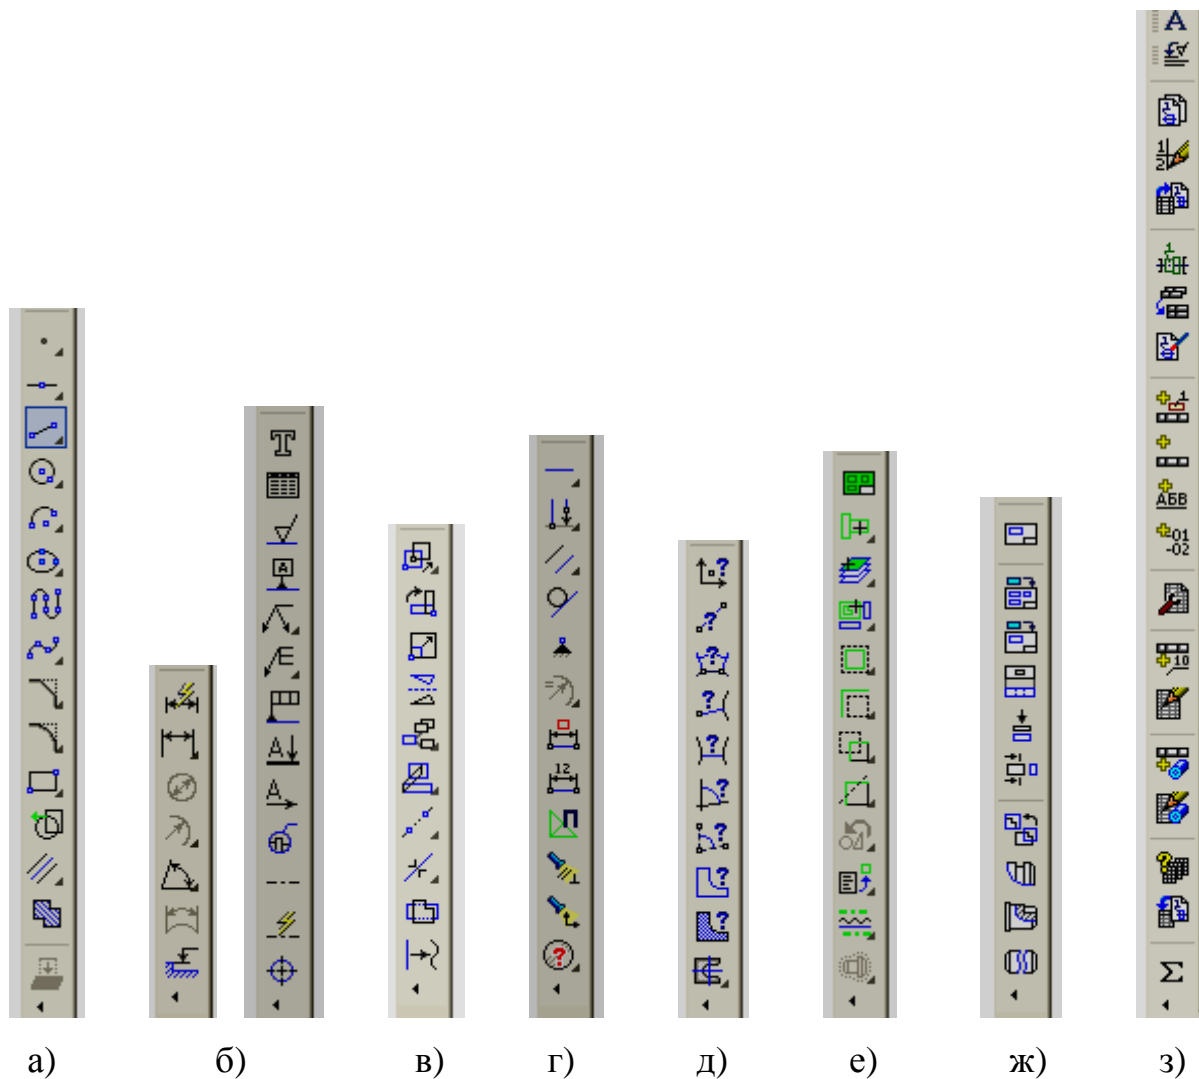

Рис. 33
**Инструментальная панель геометрии** обеспечивает возможность начертить любую линию или фигуру, а также выполнить штриховку любой области (рис.33, а).
**Инструментальная панель размеров и панель обозначений** включают в себя команды, позволяющие нанести любой тип размера в полном соответствии с ЕСКД, написать текст, создать таблицу, а также все элементы оформления чертежа (шероховатость, допуски формы, обозначение разрезов и т.д.) (рис.33, б).
**Инструментальная панель редактирования** содержит команды, позволяющие проводить редактирование элементов чертежа – копирование, поворот, сдвиг, зеркальное отражение, масштабирование и многое другое (рис.33,в).
**Инструментальная панель параметризации** содержит команды, позволяющие создавать параметрические чертежи либо преобразовывать в них ранее созданные обычные чертежи (рис.33, г).
ГРАФИК производятся в масштабе 1:1 с высокой точностью, что позволяет производить различные измерения и расчеты непосредственно на чертеже. Данная панель содержит команды, обеспечивающие эти измерения – линейные, угловые, периметр, площадь, а также расчет массо-центровочных характеристик плоских фигур, тел вращения и тел выдавливания (рис.33, д).
мыши мало. Для выполнения таких сложных выделений и служат команды панели выделения (рис.33, е).
**Инструментальная панель ассоциативных видов.** Команды данной панели позволяют строить чертежи в автоматическом режиме по ранее созданным моделям (рис.33, ж).
**Инструментальная панель создания спецификаций.** Команды данной панели позволяют создавать спецификации для сборочных чертежей (рис.33, з).